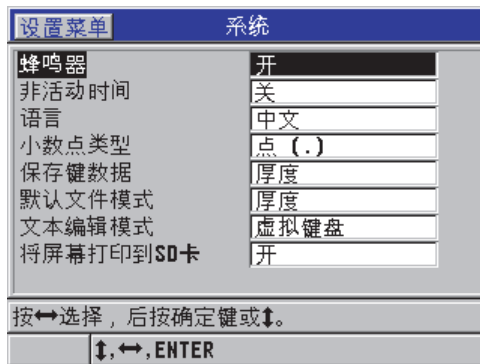

图 8-2 系统屏幕
1. 在仪器显示测量屏幕时，按 [ 设置 ] 键，然后选择**系统**。出现**系统**屏幕（参见第 144 页的图 8-2）。